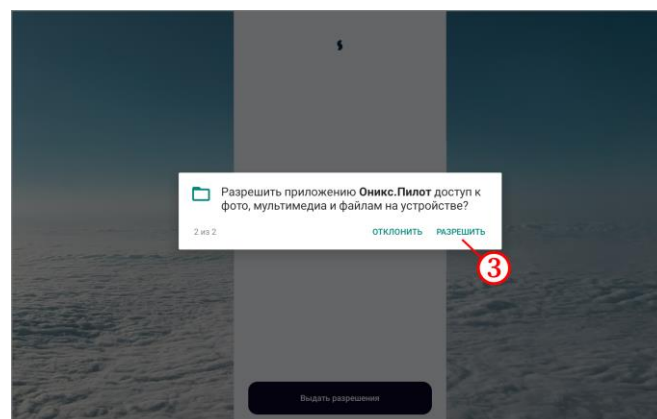

Рисунок 4
- разрешить доступ к файлам на устройстве (рисунок 4, шаг 3).